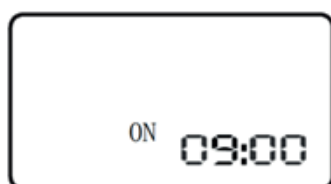

Рис. 3 Таймер запуска
2.4 На экране калибровки часов нажмите Настройка времени работы, чтобы перейти на экран установки времени начала работы (рис. 3). Вы можете установить время начала работы, нажав Настройка часов и Настройка минут (00:00 указывает на недопустимое время). Нажмите «Регулировка скорости» или нажмите кнопку в течение 3 секунд, чтобы автоматически вернуться к первоначальному интерфейсу;